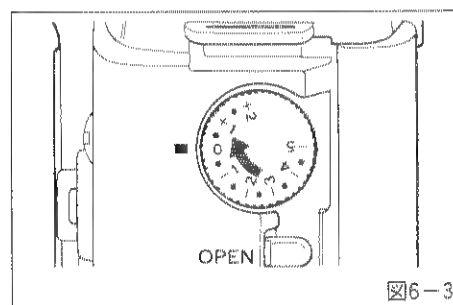

図6-3
- ・写真撮影をする場合は、使用するスコープ、OMアダプターに合わせて下記の表(標準値)に従い露出補正をします。(SC35の取扱説明書「オート撮影のしかた」を一緒にご覧ください)(図6-3)